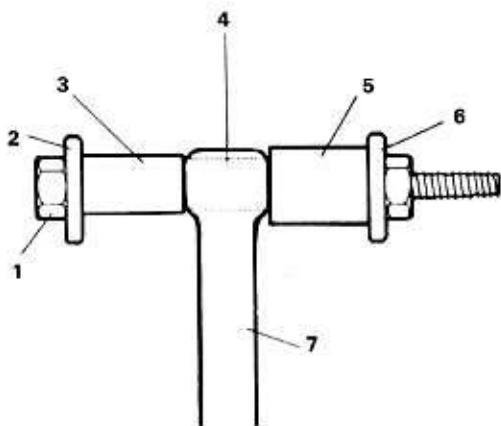

Bild 27 Auswechseln der Pleuelaugenbüchse
- Zum Auswechseln der Büchse geht man so vor, wie Bild 27 zeigt. Die alte Büchse wird mit der neuen Büchse ausgepresst. Nach dem Einpressen muss die neue Büchse auf das richtige Mass ausgerieben werden, und es muss ein Loch für die Ölzufluss gebohrt werden. Diese Arbeiten können zu geringen Kosten einer Vespa-Vertretung übergeben werden.